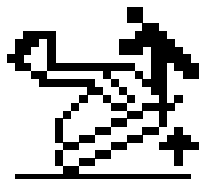

Рисунок 30
Когда вы выдвигаете стрелы погрузчика на максимальный вылет для соответствующей высоты стрелы и массы груза, на дисплее инфоцентра появляется значок микропроцессорного управления нагрузкой Smart Load (Рисунок 30), мигает световой индикатор, подается предупреждающий звуковой сигнал и стрелы прекращают выдвигаться.
4. С помощью ручных инструментов поверните крепежные детали по часовой стрелке до тех пор, пока тормоз не будет отпущен или невозможно будет повернуть винт дальше (Рисунок 30).